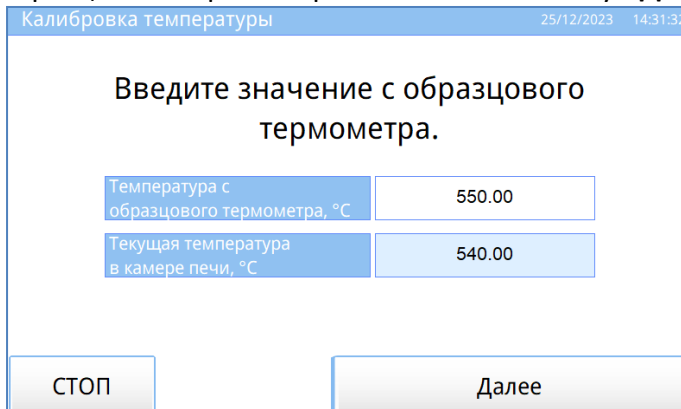

Рисунок 32 – Окно «Калибровка температура». Шаг третий
5.8.7 Ввести значение с образцового термометра и нажать на кнопку «**Далее**» (см. рисунок 32).